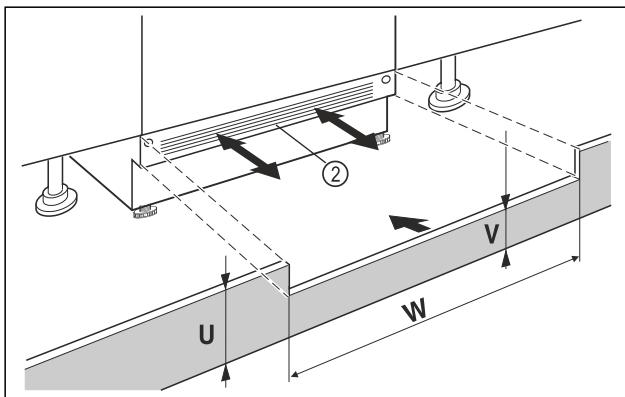

Fig. 38 Beispielhafte Darstellung
- Gerätesockelblende Fig. 38 (2) aufsetzen aber noch nicht fixieren.
- Bei sichtbarer Sockelblende Fig. 38 (2), diese so weit nach vorn ziehen, dass Vorderkante Lüftungsgitter und Möbelsockelblende eine Ebene bilden.
- Bei verdeckter Sockelblende Fig. 38 (2), diese ganz nach hinten schieben.
- Auf komplett freie Lüftungsschlitzte achten: Bei Bedarf Höhe der Möbelsockelblende Fig. 38 (U) zuschneiden!
- Entlang der Nischenbreite Fig. 38 (W) die Steghöhe Fig. 38 (V) unter der Gerätesockelblende Fig. 38 (2) einpassen.